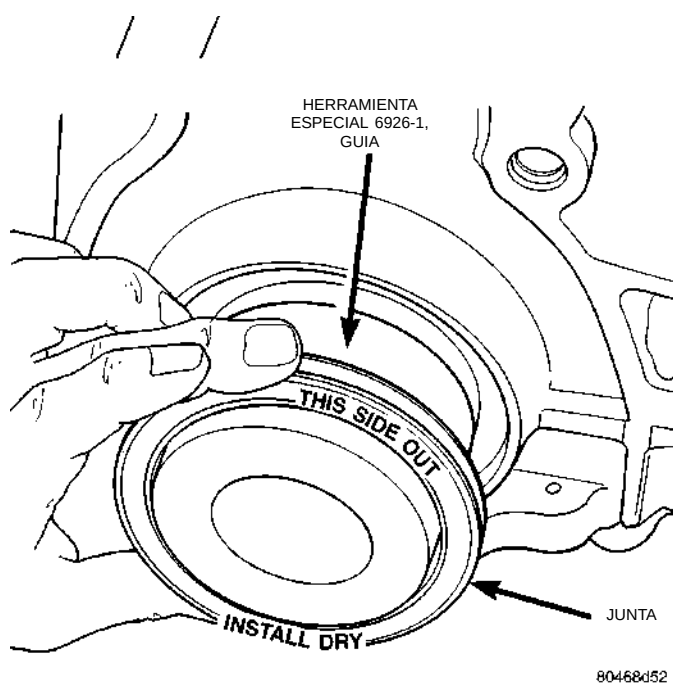

Fig. 63 Junta trasera del cigüeñal y Herramienta especial 6926-1
(1) Coloque la Herramienta especial 6926-1 en el cigüeñal. Esta es una herramienta de guía que posee una base magnética (Fig. 63).
(2) Emplace la junta sobre la herramienta de guía. Cerciñese de que se puedan leer las palabras **THIS SIDE OUT** (este lado hacia afuera) sobre la junta (Fig. 63). La herramienta de guía debe permanecer sobre el cigüeñal durante la instalación de la junta. Asegúrese de que el reborde de la junta mira hacia el cigüeñal durante la instalación.